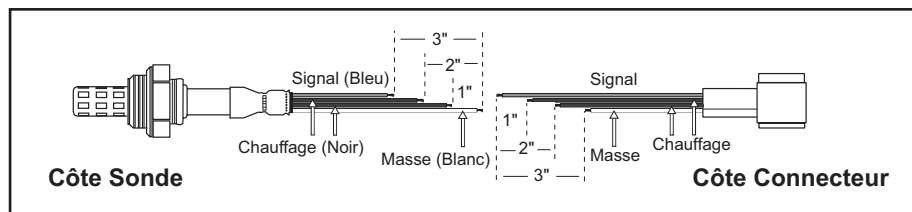

fig. 1
6. Les deux sondes côte à côte, couper la sonde originale, de façon à ce que la longueur globale augmente de 7,6 cm à 10 cm. (Voir fig. 1) Cela permet de faire des branchements à intervalles réguliers, la conduite thermo-rétractable se fixe aux branchements en bout de connecteur et la longueur globale finale correspond à la longueur initiale.